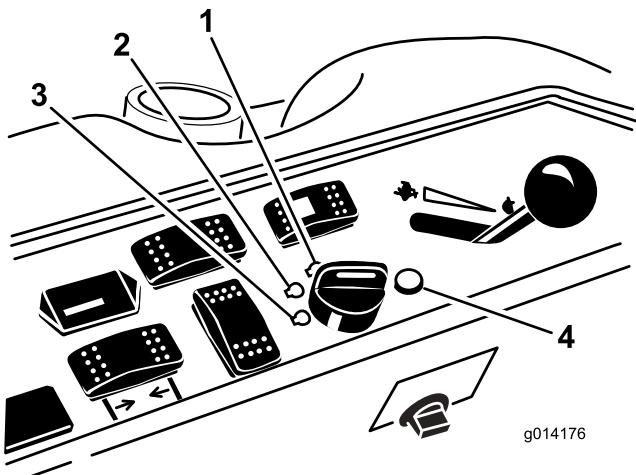

図 14
6. キーを RUN 位置に回す（図 14）。
3. キーを OFF 位置に回す（図 14）。すべての部分が完全に停止してから運転席を立つ。